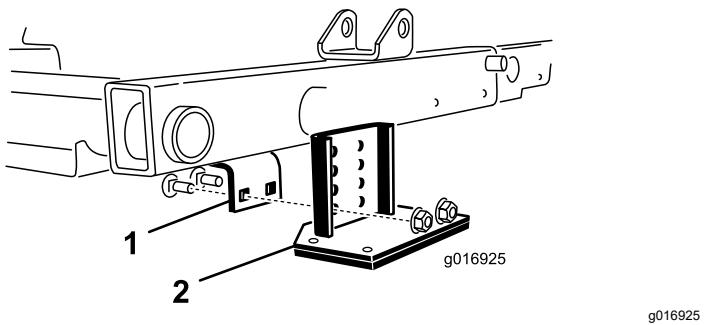

Figura 30
2. Individuate la staffa sul telaio, sopra l'apparato di taglio centrale (Figura 30).
3. Premendo verso il basso il rullo anteriore dell'apparato di taglio centrale, individuate quali fori della staffa di inclinazione si allineano ai fori della staffa portante sul telaio in modo da ottenere lo stesso contatto con il rullo anche quando è montata la staffa di inclinazione (Figura 30).
4. Abbassate gli apparati di taglio e montate la staffa di inclinazione sul telaio con i 2 bulloni a testa tonda e i 2 dadi in dotazione con il kit (Figura 30).